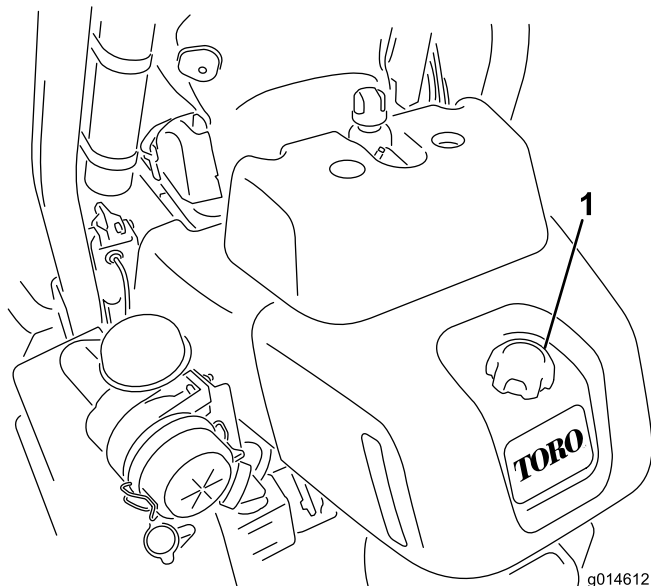

Figura 26
1. Limpie alrededor del tapón del depósito de combustible (Figura 26).